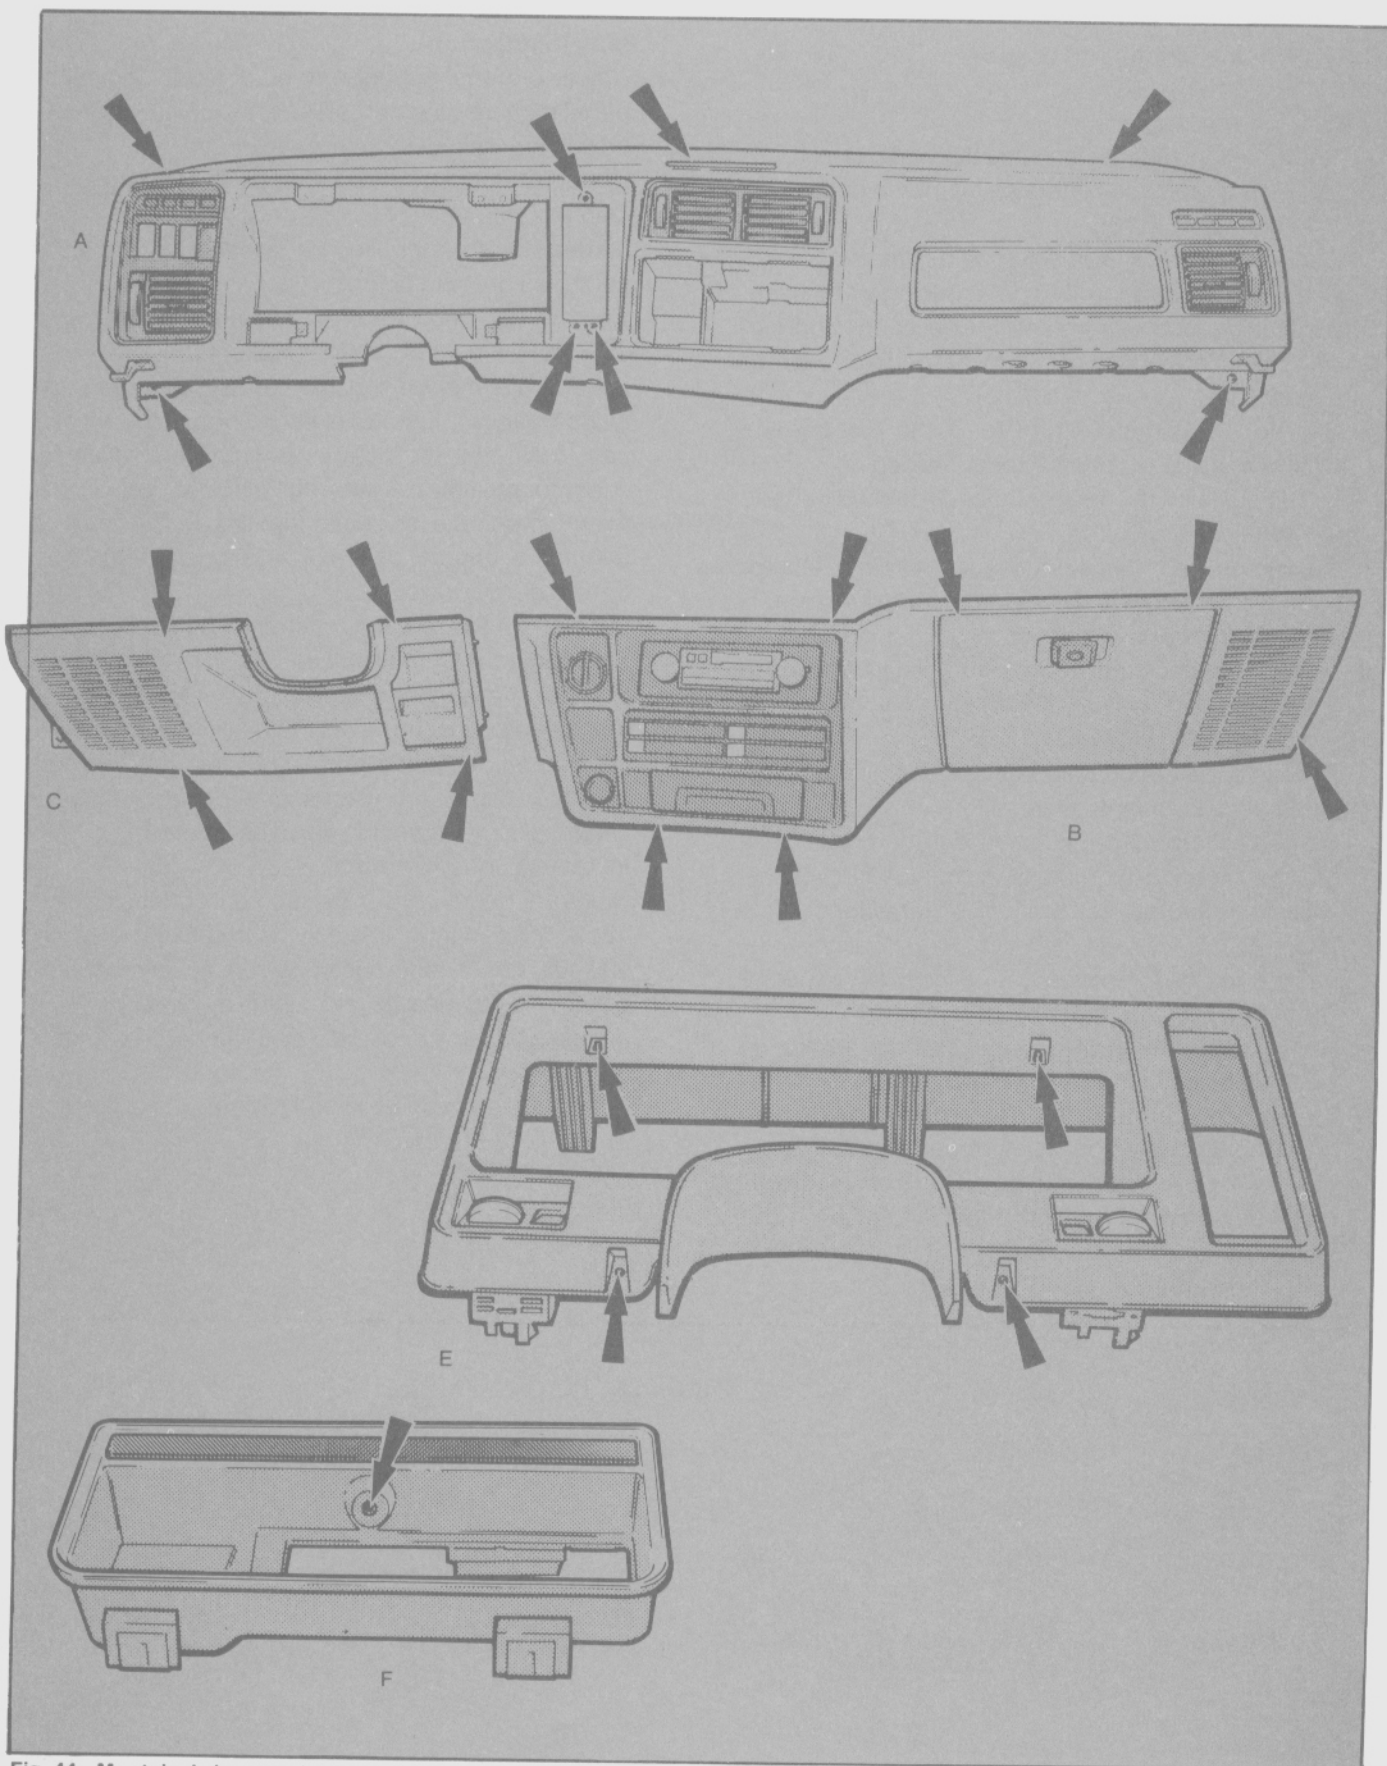

Fig. 44 - Montaje de los paneles del tablero.
1.25. Paneles del tablero (Fig. 44)